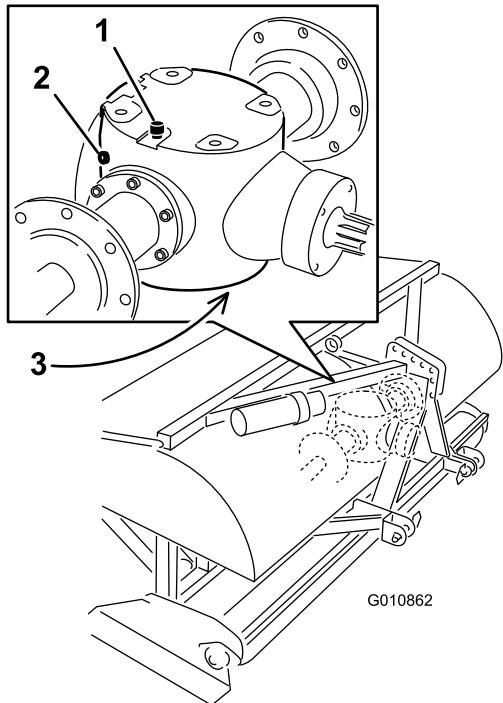

Bild 47
2. Entfernen Sie die Prüfschraube vom Getriebe (Bild 47).
3. Stellen Sie sicher, dass der Ölstand an der Unterseite des Prüfschraubenlochs im Getriebe liegt (Bild 47).
1. Wischen Sie Rückstände von der Entlüftungs-/Füllschraube und der Ablassschraube ab, um eine Verunreinigung zu vermeiden (Bild 47).